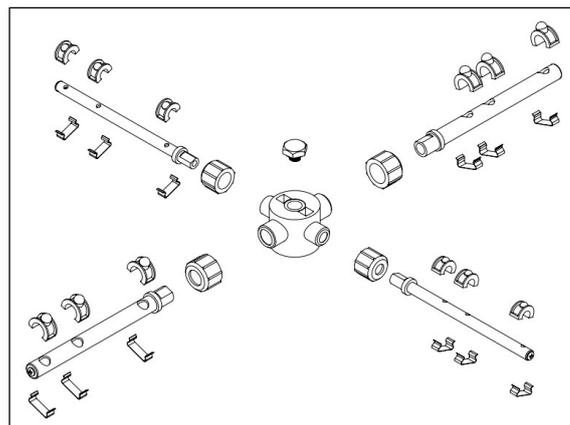

Рисунок 14
- Форсунки и держатели следует снимать с кронштейнов и чистить два раза в месяц. (Рисунок 14)